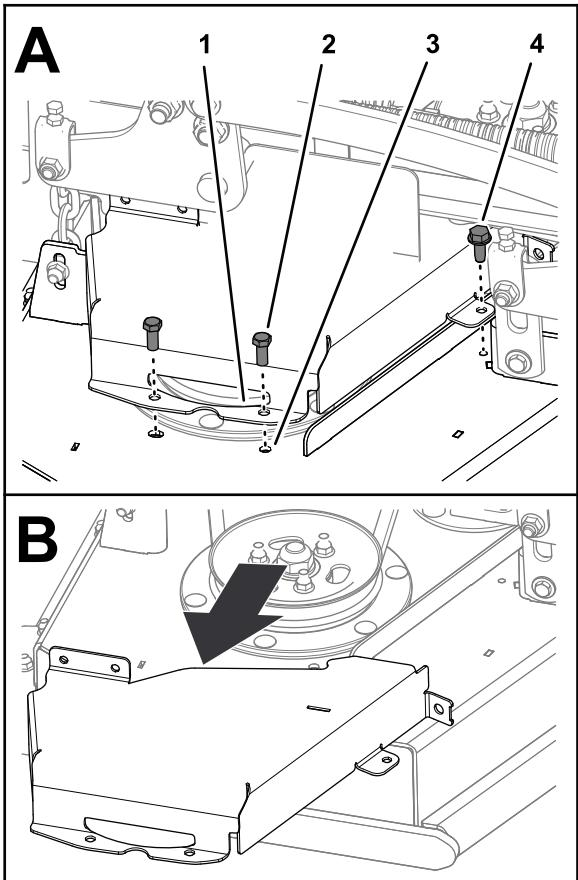

Bild 39
2. Entfernen Sie die beiden Schrauben und Bundkopschrauben, mit denen die rechte Riemenabdeckung am Mähwerk befestigt ist, und nehmen Sie diese ab (Bild 39).